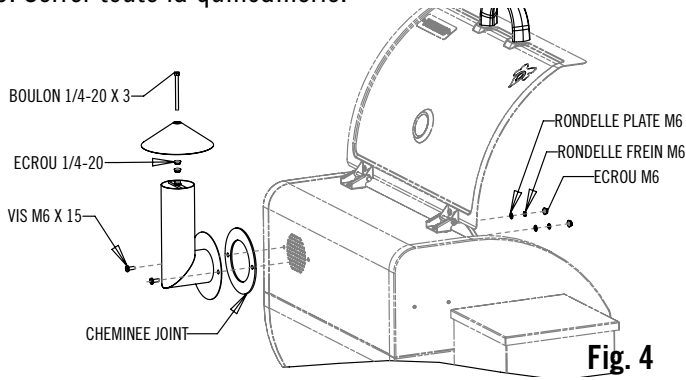

Fig. 4
1. Monter la cheminée sur le barbecue comme indiqué à la Fig. 4. S'assurer que le joint de la cheminée est placé entre le barbecue et la cheminée.
3. Placer le boulon 1/4-20 x 3 à travers le chapeau de la cheminée et l'attacher au moyen d'un (1) écrou 1/4-20. Visser un deuxième écrou sur le boulon en laissant environ 3,8 cm à partir de l'extrémité supérieure du chapeau. Visser l'ensemble du chapeau vers le bas dans le support de la cheminée jusqu'à ce que l'écrou du bas touche le support. Voir la figure 4.